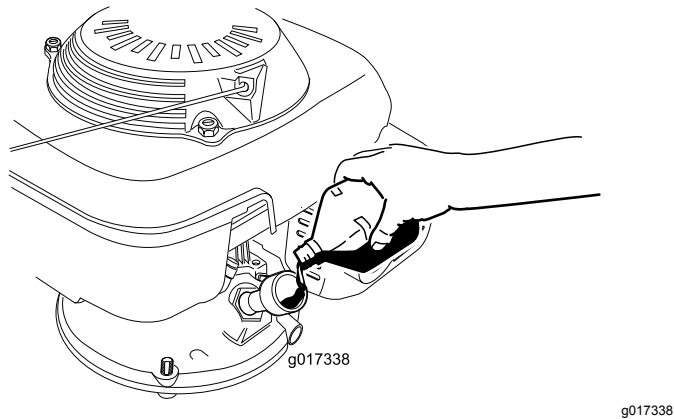

图7
3. **慢慢**将机油倒入注油孔等待 3 分钟将量油尺擦干净后插入注油孔 **不是**拧入加油盖 (图7) 检查量油尺上的机油油位。